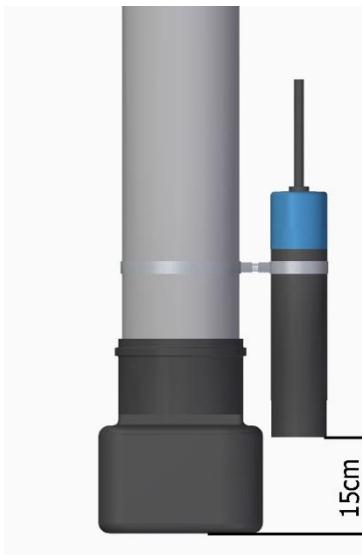

Bild 8.7.1
- Den Schwimmerschalter wie im Schaubild dargestellt im Speicher ca. 15 cm über dem Speicherboden befestigen (siehe Bild 8.7.1);
- Justieren Sie jetzt den Schwimmerschalter (wie in Bild 8.7.1 dargestellt) indem Sie den Messkörper des Schwimmerschalters durch die Befestigungsschelle schieben und diesen so in die richtige Position platzieren – danach die Befestigungsschelle fest anziehen damit der Messkörper nicht verrutschen kann;